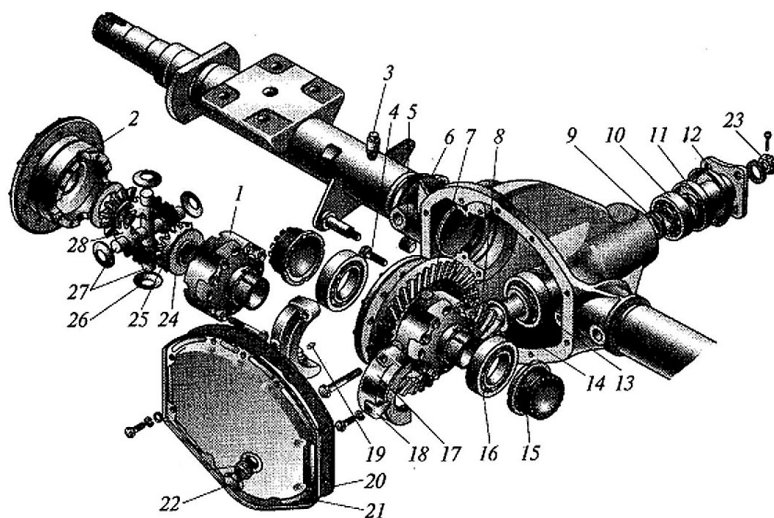

Рис. 4. Ведущий мост автомобиля ГАЗ-3302 «Газель»
18. РЕГУЛИРОВКА НАТЯЖЕНИЯ ПОДШИПНИКОВ 10 И 13 (РИС. 4) ПРОИЗВОДИТСЯ
- 1) гайкой (23)
- 2) клапаном (3)
- 3) шайбами (27)
- 4) сальником (11)
19. РЕГУЛИРОВКА ЗАЦЕПЛЕНИЯ ШЕСТЕРЁН 7 И 8 (РИС. 4) ПРОИЗВОДИТСЯ